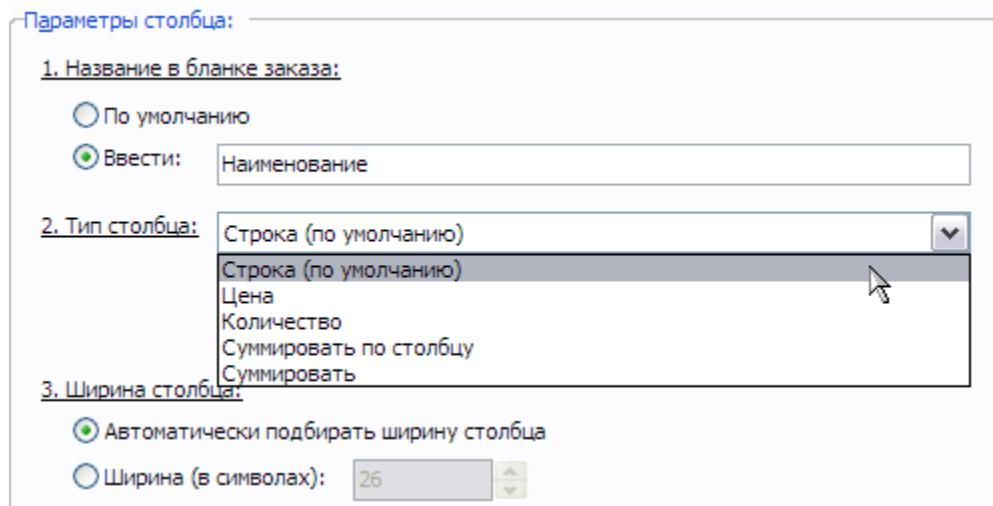

Рис. 3.39
7. В разделе **Параметры столбца** в пункте 2. Тип столбца в раскрывающемся списке перечислены доступные для выбора типы (Рис. 3.39). Оставьте тип **Строка (по умолчанию)**.